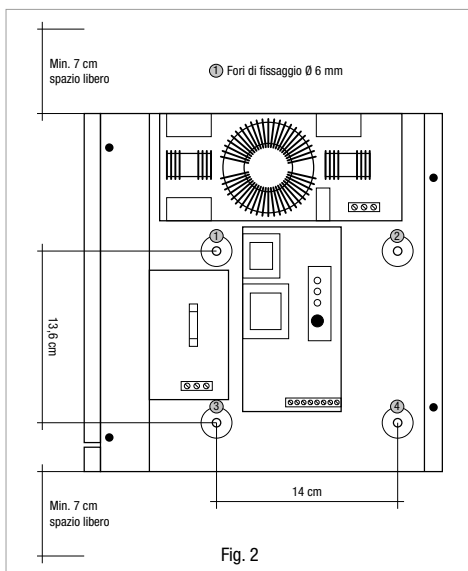

Fig. 2
- 1) Posizionare il Power Reducer in modo tale da mantenere una corretta aerazione. Installare il dispositivo verticalmente (pressacavi rivolti verso il basso), tenendo uno spazio libero di almeno 7 cm (fig. 2).
- 2) Fissare Power Reducer al muro con tasselli Ø 6 mm sfruttando i fori indicati in fig. 2
- 1) Position the Power Reducer in such a way that it will always be properly ventilated. Install the device vertically (cable glands facing downwards), ensuring a clearance of at least 7 cm, top and bottom (fig. 2).
- 2) Fix the Power Reducer to the wall with \varnothing 6 mm masonry plugs, using the holes indicated in fig. 2